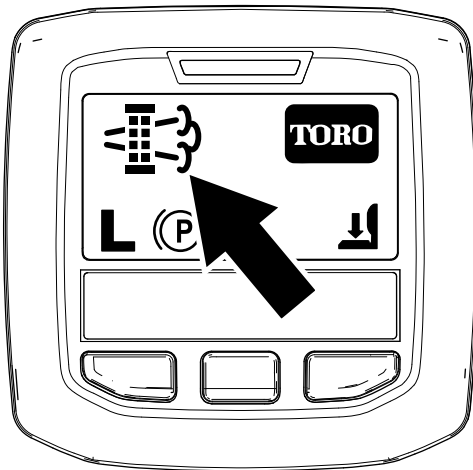

Figura 47
- Quando o computador do motor pede uma regeneração em estacionamento ou uma regeneração de recuperação, o ícone de pedido de regeneração (Figura 47) surge no InfoCenter.